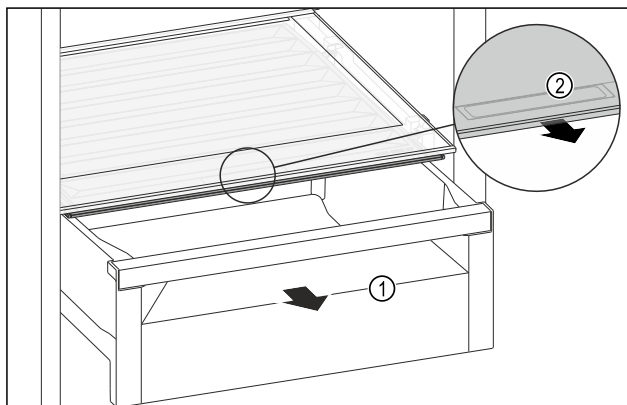

Fig. 108
- ▶ Извлеките выдвижной ящик Fig. 108 (1).
- ▶ Возьмитесь за утепленную ручку Fig. 108 (2) на крышке отделения и одновременно потяните крышку отделения вперед.